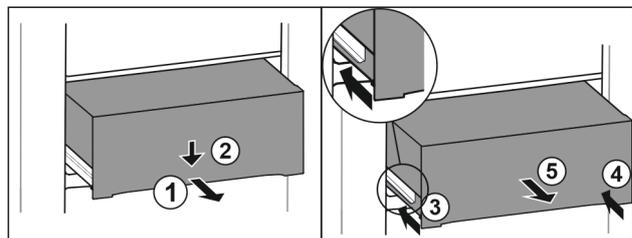

Fig. 151
- ▶ Estrarre il cassetto a metà. Fig. 151 (1)
- ▶ Premere il cassetto sul lato anteriore verso il basso. Fig. 151 (2)
- ▶ Spingere la guida sinistra di circa 2 cm verso l'interno. Fig. 151 (3)
- ▶ Spingere la guida destra di circa 2 cm verso l'interno. Fig. 151 (4)
- ▶ Rimuovere il cassetto tirandolo in avanti. Fig. 151 (5)